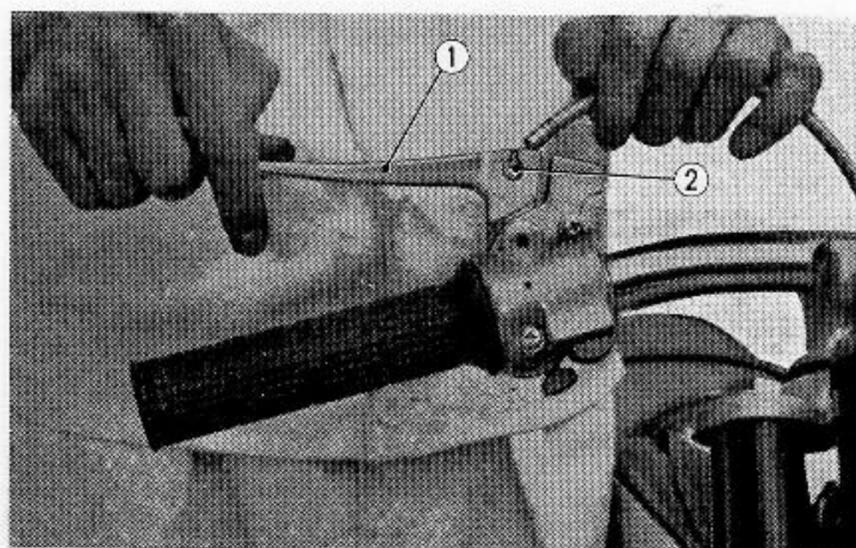

Abb. 4.7 Hebel abbauen
- (6) Brems und Kupplungszug von den Lenkerrohrhebeln lösen; hierzu die Drehbolzen lösen und beide Hebel abbauen. (Abb. 4.7)